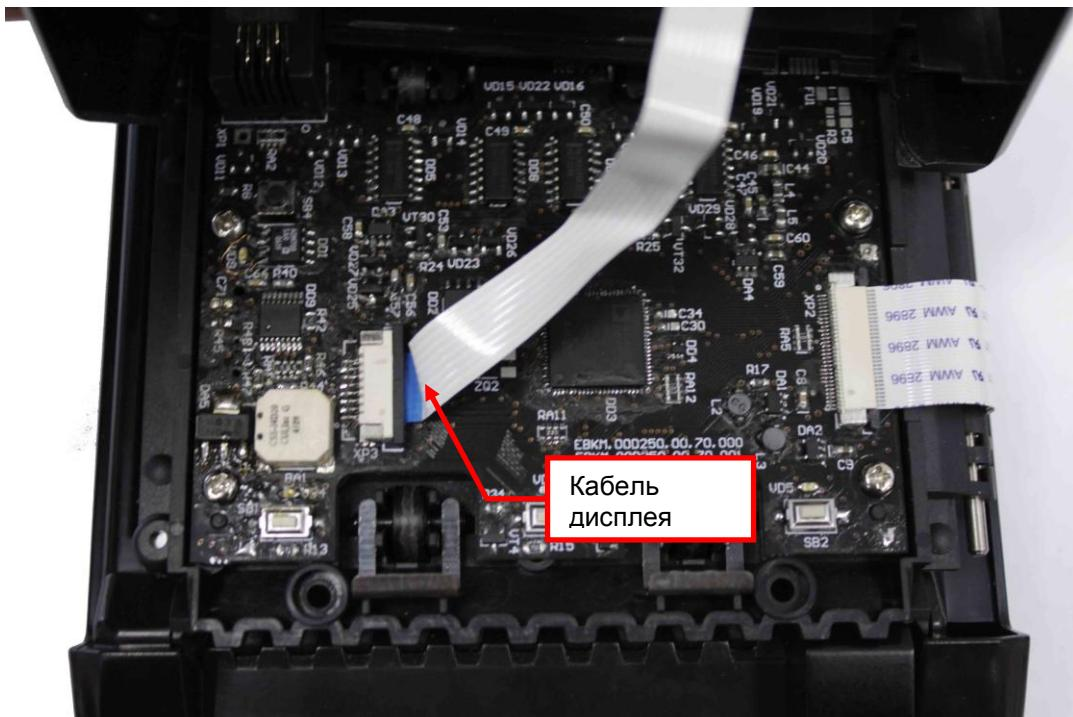

Рисунок 9.12
**9.6.2** Отсоедините от модуля ЦПУ кабель дисплея (см. рис.9.12).